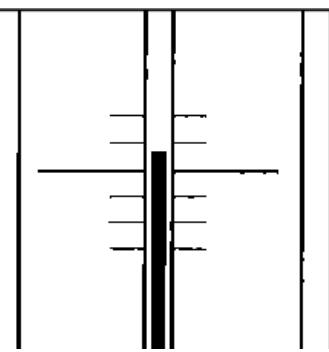

Fig 5
5) Remplissez d'eau tiède presque jusqu'au bord le bac dans la boîte inférieure de la couveuse (voir Fig. 5). Il sera nécessaire de